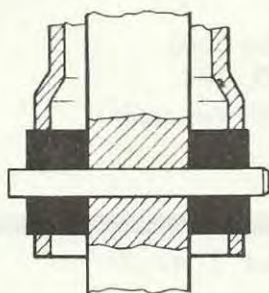

Bild 3
3. (Spak med positiv låsning). Kontrollera att nedre bussningen sitter rätt, och särskilt att dess "öron" inte ligger klämda i hålen i hylsan, bild 3. Ligger bussningen fel, rätta till den enligt följande:
- 3.4 Vrid spaken så att hålen i bussning och spaknederdel sitter i linje. Pressa i rörpinnen, bild 3.